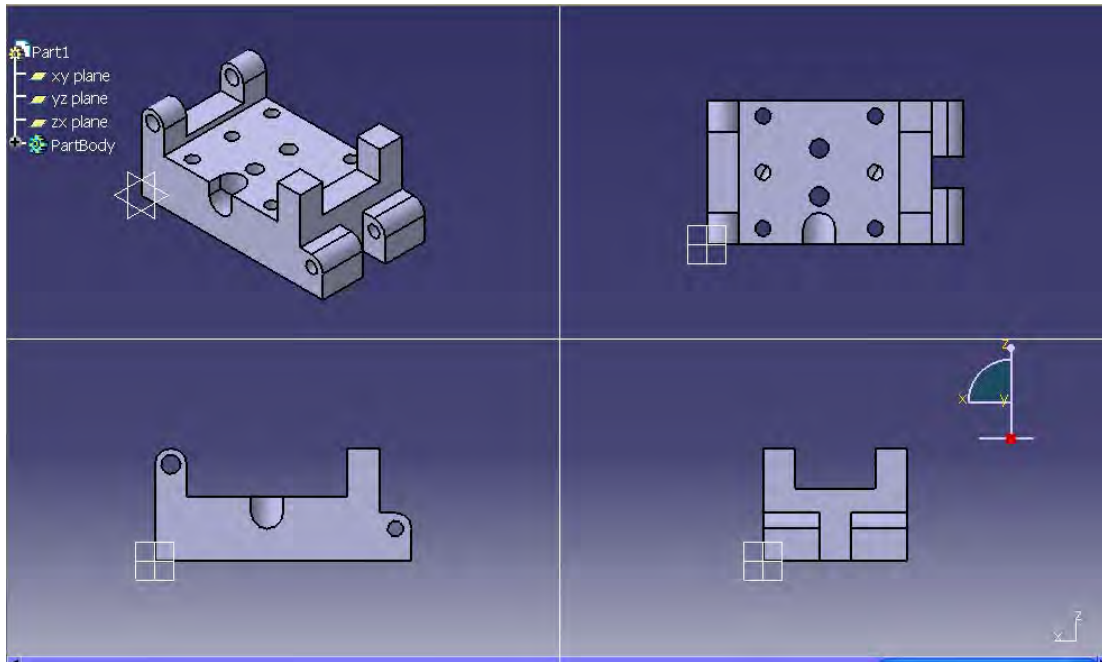

Figura 4.72: VISTAS
18.-Generando sus 4 vistas con la herramienta CREATE MULTI VIEW:(Ver figura 4.72).